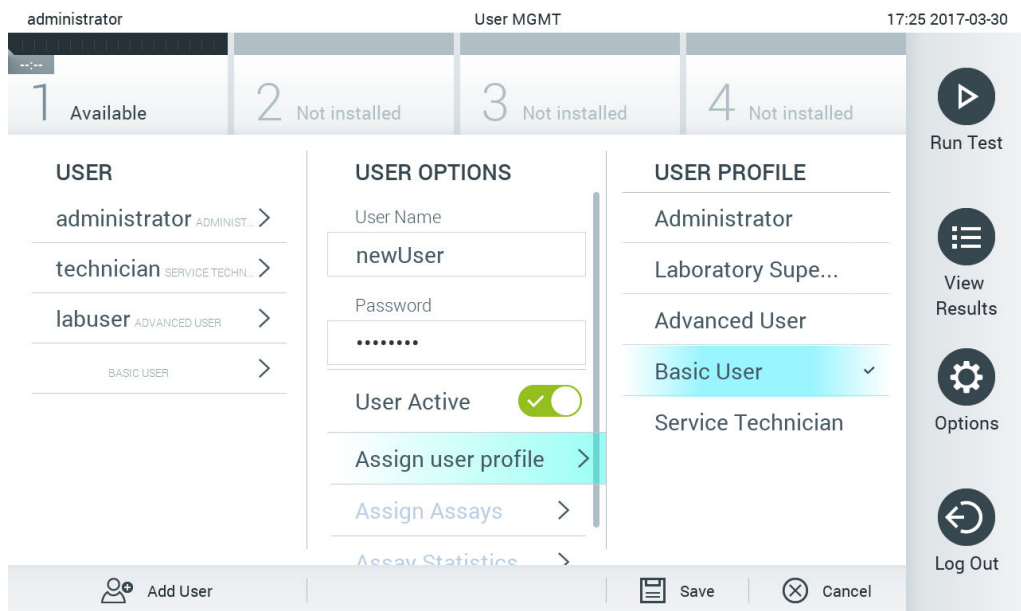

图 57. 为新用户分配用户配置文件。
4. 按 **Assign User Profile**（分配用户配置文件）并（从内容区域右侧列表）为新用户分配合适的用户配置文件（图 57）。